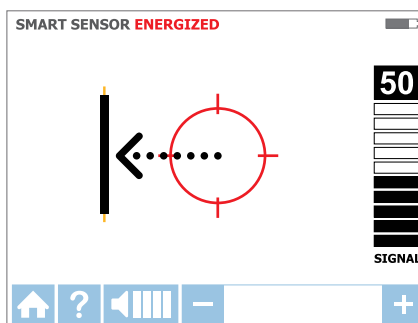

Figure 3.1d
4. Déplacez le récepteur dans la direction indiquée par la flèche à l'écran (voir Figure 3.1d)